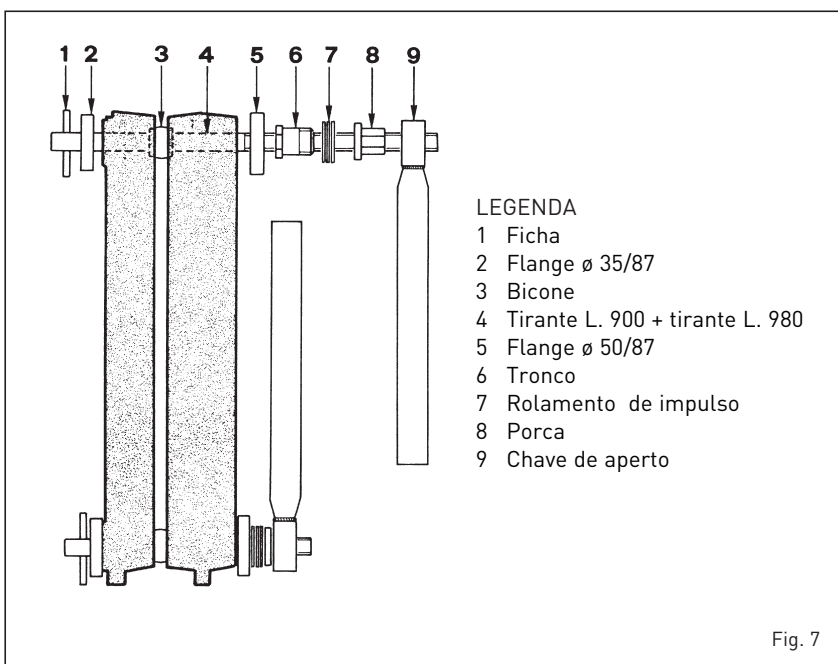

Fig. 7
- montar os elementos usando o equipamento composto por um par de tirantes de montagem com os relativos acessórios cód. 6050900 (fig. 7), exercendo a pressão simultaneamente no cubo superior e no cubo inferior. Caso durante a operação, o avanço entre os elementos não resulte uni-